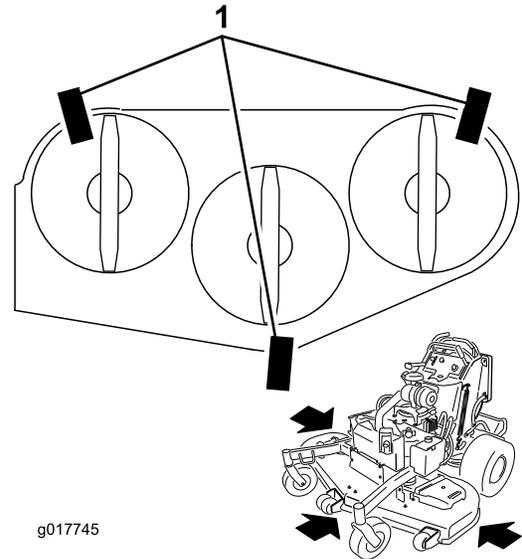

Figura 93
1. Coloque 3 listones de madera de 5x10 cm (2x4 pulgada) debajo de la carcasa del cortacésped, según se muestra en Figura 93. Coloque los listones de 5x10 sobre el lado de 10 cm (4 pulg.).
- El peso de la carcasa del cortacésped debe descansar sobre los tres listones de madera (Figura 93). El reborde trasero de la carcasa del cortacésped está diseñada para estar 6 mm (1/4 pulgada) más bajo que el reborde delantero de la carcasa.